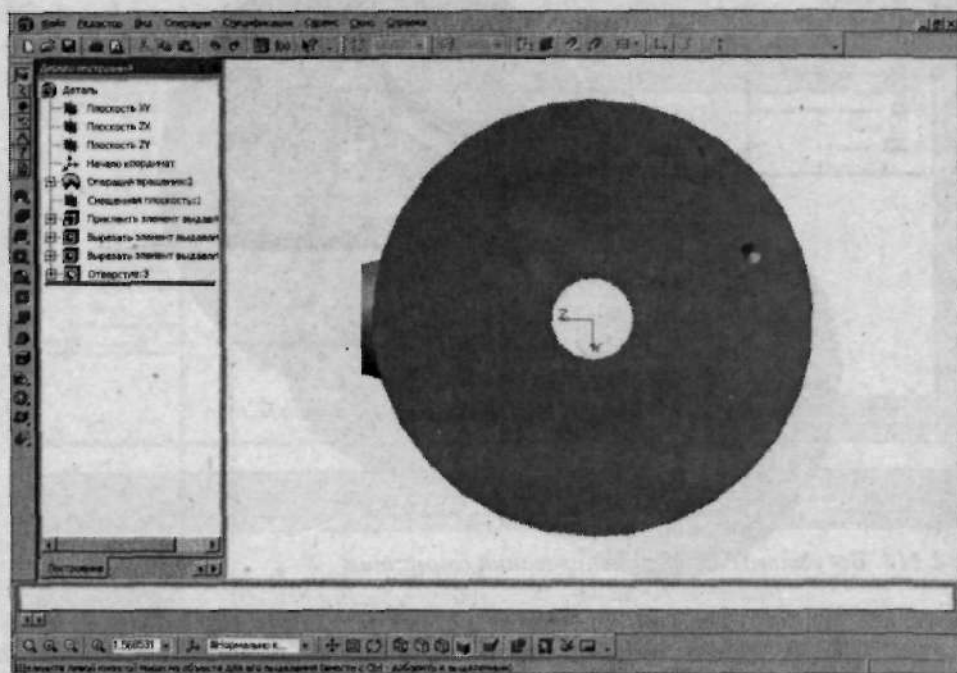

Рис. 2.113. Так выглядит рабочее поле после построения отверстия
5. Щелкните мышкой в любом месте грани детали, на которой должно располагаться отверстие, и нажмите кнопку  (Создание объекта) на **Панели свойств**, в результате чего на детали появится создаваемое отверстие (рис. 2.113).